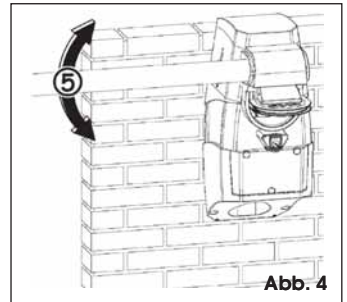

Abb. 4
4. Die Stange manuell bewegen, Abb. 4.